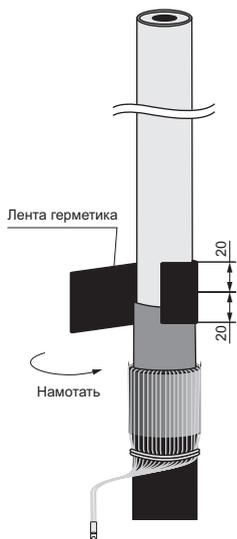

Рисунок 5
4.9 Плотнo намотать ленту герметика с заходом по 20 мм на ступень полупроводящего экрана и на поверхность полиэтиленовой изоляции, обжать рукой (рисунок 5).